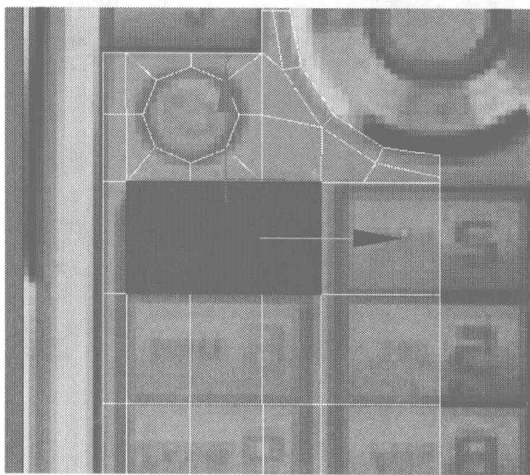
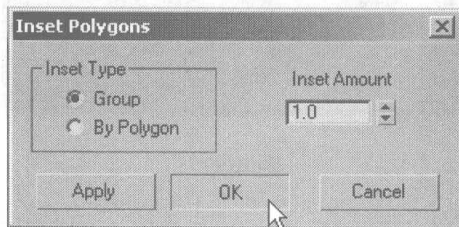
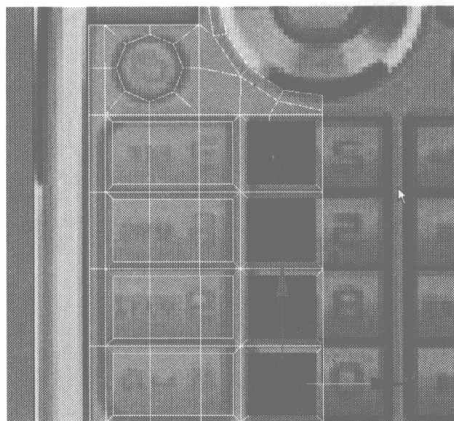
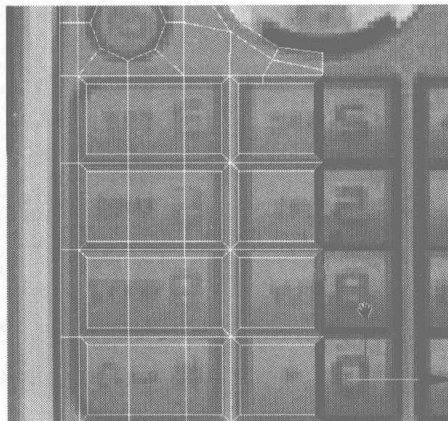

图 4.532
图 4.533
图 4.534
图 4.535
- 21 继续调整、添加细分线划分出键盘上的按钮部分，并选择如图 4.532 所示的面，在 Edit Polygons 卷展栏中单击 **Inset** 右侧的小按钮，在弹出的对话框中设置插入面的参数，如图 4.533 所示，然后再选择其他的按钮面为其插入新的面，如图 4.534 所示；再选择如图 4.535 所示的面，将其删除。